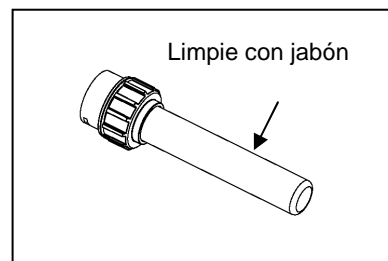

Fig. 15
9. Limpie el tubo de cristal UV con agua jabonosa tibia. Fig. 15